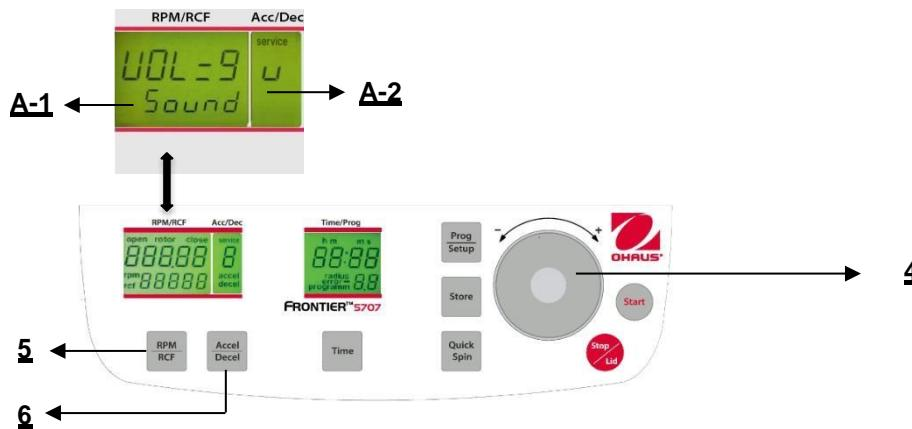

Abbildung. 30
Fahren Sie fort wie unter Punkt 4.1.2 beschrieben, um in den Programmmodus einzutreten und drücken Sie dann die Taste "Accel/Decel"(6). Auf der Anzeige "Acc/Dec" (A-2) blinkt das Wort "Service". Wählen Sie nun den Buchstaben "U" mit Hilfe des Anpassungs Wähl scheibe (4). Als Ergebnis erscheinen auf der Anzeige "RPM/RCF" (A-1) die Worte "Vol=0-9/Sound". Nach dem Drücken der Taste "RPM/RCF" (5), können Sie die gewünschte Lautstärke zwischen 0 (leise) und 9 (laut) mit dem Anpassungs Wähl scheibe (4) anpassen (siehe Abbildung 30).